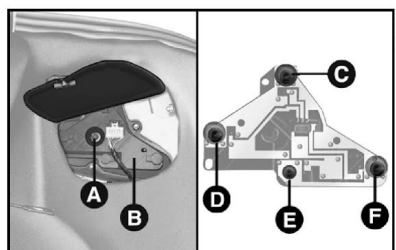

fig. 26
2) Levantar a tampa de proteção, retirar a porca **A-fig. 26**, girando-a no sentido anti-horário, e remover o porta-lâmpadas **B**.
As lâmpadas são do tipo: fig. 26: